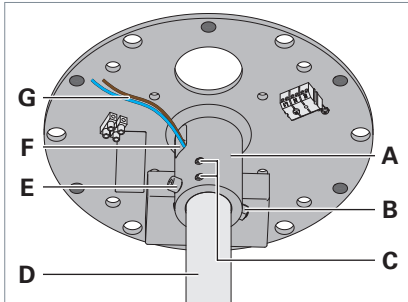

Fig. 4: Deckenrohr montieren.
- Schieben Sie das Deckenrohr **D** in den Deckenhalter **A** und führen Sie dabei die Leitungen **G** durch die Öffnung **F** am Deckenhalter, siehe Fig. 4.